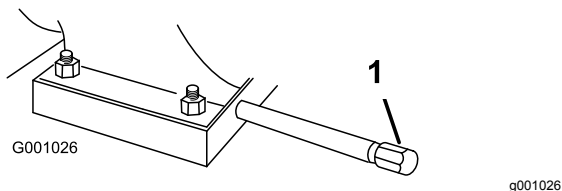

Рисунок 40
2. Очистите поверхность вокруг пробки для слива масла (Рисунок 40).